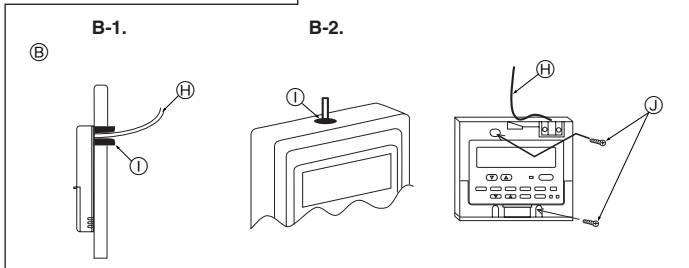

Fig. 6-3
- ① 遥控器轮廓
- ② 遥控器周围所需的空
- ③ 安装间距
(2) 使用油灰密封遥控器线入口, 以防止露水、水、蟑螂或小虫进入。(Fig. 6-3)
① 安装在开关盒中:
② 对于墙壁上进行的直接安装, 应选择下列方式之一: